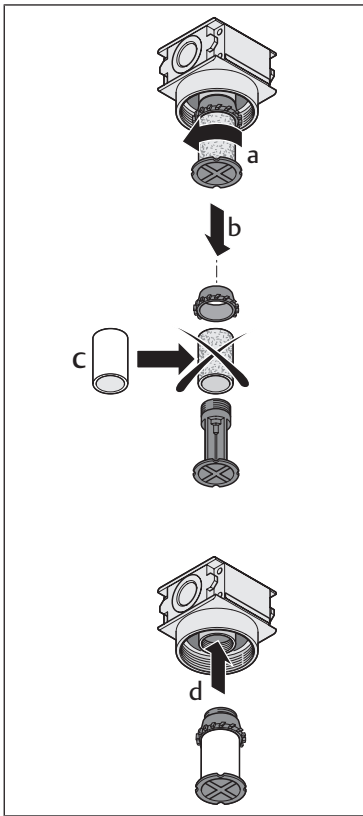
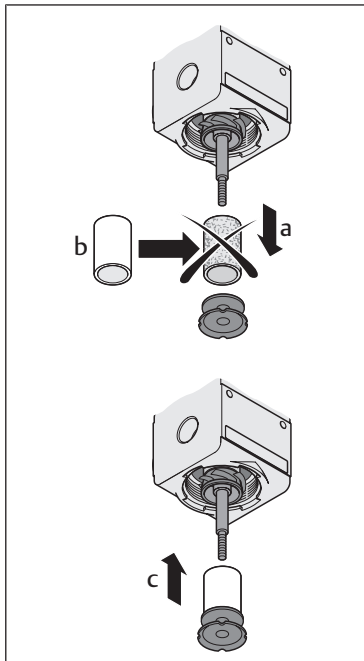

Abb. 6: Filter austauschen | Serie NL1
Abb. 7: Filter austauschen | Serie NL2
▶ Drehen Sie den Filterteller heraus (→ Abb. 6 und → Abb. 7a).
▶ Tauschen Sie das Filterstück aus (→ Abb. 6 und → Abb. 7b, c).
▶ Schieben Sie die Filtereinheit (Filterteller und Filterstück) wieder zusammen (→ Abb. 6 und → Abb. 7 b, c).
▶ Stecken Sie die Filtereinheit auf den Filter und ziehen diese von Hand leicht an (→ Abb. 6 und → Abb. 7 d).